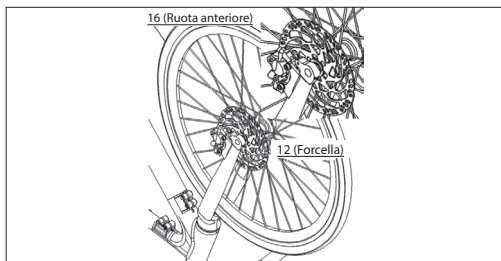

Figura 4-3
- Posizionate la ruota anteriore nella forcella, facendo attenzione a inserire il disco tra le pinze dei freni, come mostrato nella **Figura 4-3**.